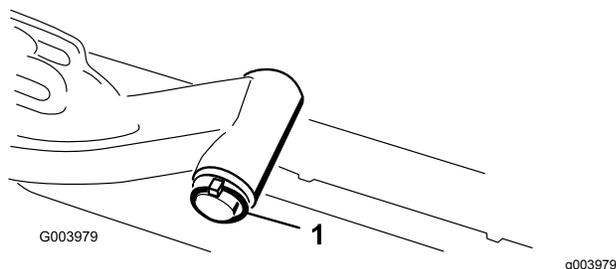

Рисунок 9
- A. Снимите шплинт и шайбу, которые крепят ось поворота подъемного рычага к подъемному рычагу, и снимите ось поворота с подъемного рычага (Рисунок 9).
- C. Вставьте ось поворота подъемного рычага в подъемный рычаг и зафиксируйте шайбой и шплинтом (Рисунок 9).